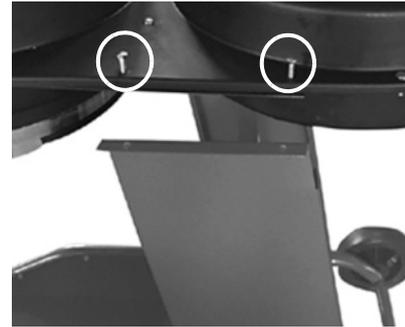

Fig. 6: Unidad del dispositivo de montaje
Paso 4: coloque la unidad premontada de lado y atorníllela los dos lados del chasis junto con los tornillos de cabeza cilíndrica M5x16 y la tuerca hexagonal M5 (Fig.6).